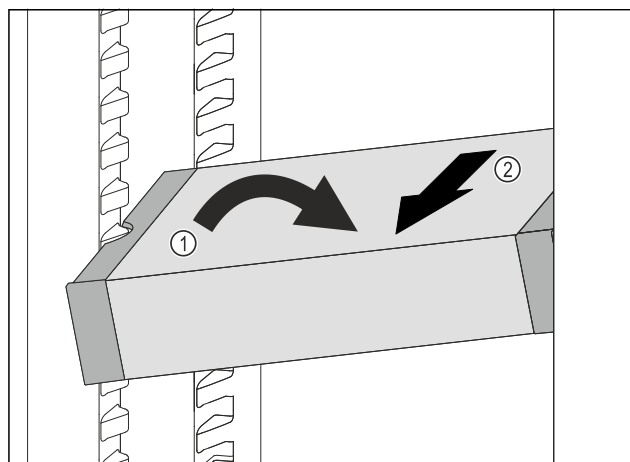

Fig. 116
- ▶ Расположите VarioSafe в холодильном отделении под наклоном. *Fig. 116 (1)*
- ▶ Извлеките VarioSafe движением вперед. *Fig. 116 (2)*